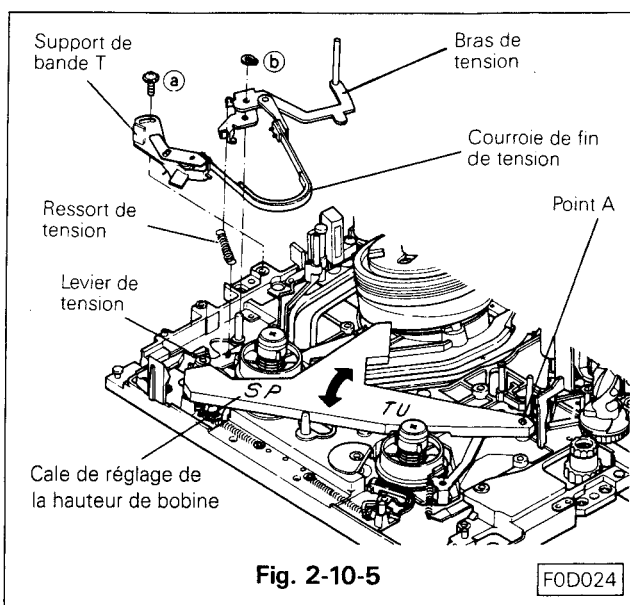

Fig. 2-10-5
- F. Remonter le bras de tension sur son axe ainsi que la rondelle d'arrêt (a). (Voir Fig. 2-10-5)
- G. Monter le ressort de tension sur le bras/levier de tension. (Voir Fig. 2-10-5)
- H. Assembler le support T (T = Take Up = Récepteur) sur la platine principale en évitant d'endommager la courroie du frein de tension, revisser la vis (b) légèrement. (Voir Fig. 2-10-5)